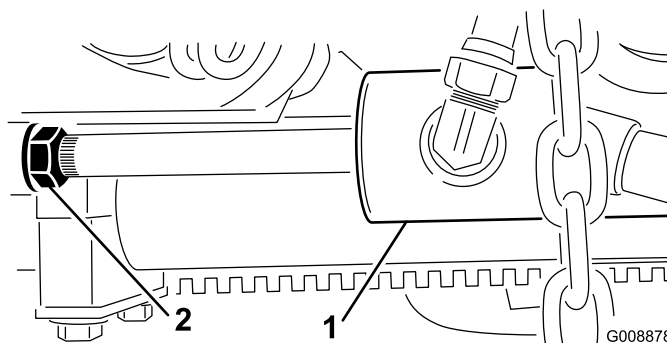

Рисунок 27
- В. Ослабьте затяжку контргайки на цилиндре (Рисунок 27).